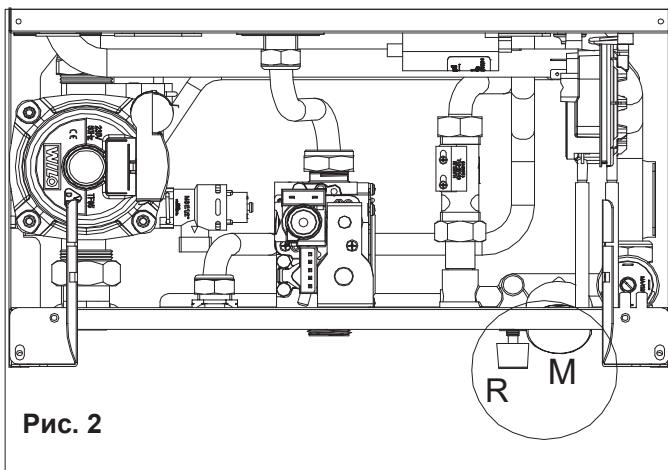
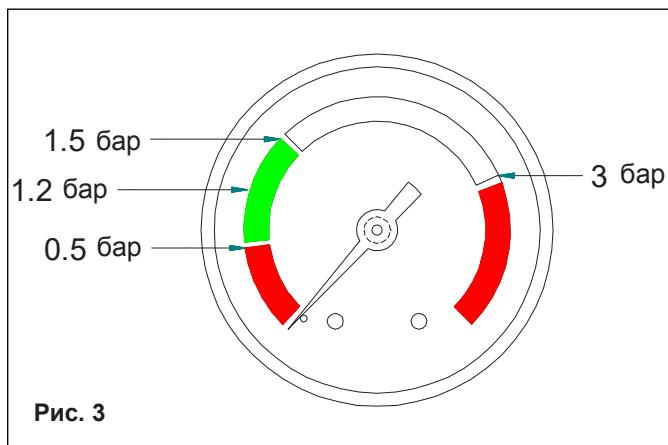

Рис. 2
Рис. 3
Давление воды в контуре отопления следует проверять в течение всего периода эксплуатации котла. В связи с этим показания на манометре **M** (рис. 2), расположеннном в нижней части бойлера, не должны быть меньше 1 бар.
Для возобновления нормальной работы системы откройте внешний кран подпитки **R** (рис. 2) и с помощью манометра **M** убедитесь в том, что давление системы достигает половины зеленого сектора (1,2 бар, см. рис. 3) и что на дисплее не горит код **H2O**.
- Проверьте давление теплоносителя в контуре отопления. Показания на манометре **M** (рис. 3), расположеннном в нижней части бойлера, не должны быть меньше 1 бар.